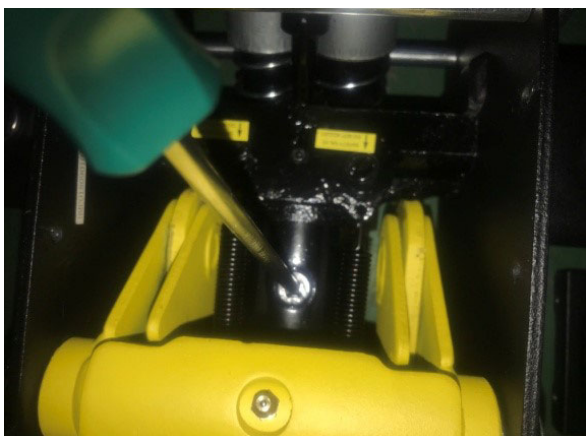

Abb. 7: Ölschraube
Schritt 3: Stellen Sie den Wagenheber auf minimale Höhe, dann lösen Sie die Ölschraube (Abb. 7) mit dem Schraubenzieher, um Luft abzulassen.